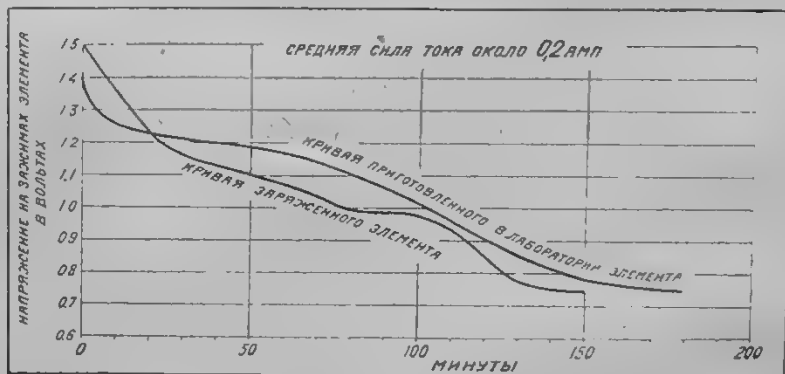

Рис. 2. Кривые разряда заряженных и свежеприготовленных элементов большой емкости.
3. Сухой элемент лабораторного изготовления, предварительно разряженный за месяц до зарядки, заряжался током в 0,22 ампера в течение 2 часов (до 2 вольт); количество электричества, прошедшее за время зарядки, равнялось 0,44 ампер-часам. Разряжалась элемент, при той же средней силе тока, в течение 2,5 часов и, следовательно, его емкость увеличилась до 0,55 ампер-часов (см. кривую рис. 2).